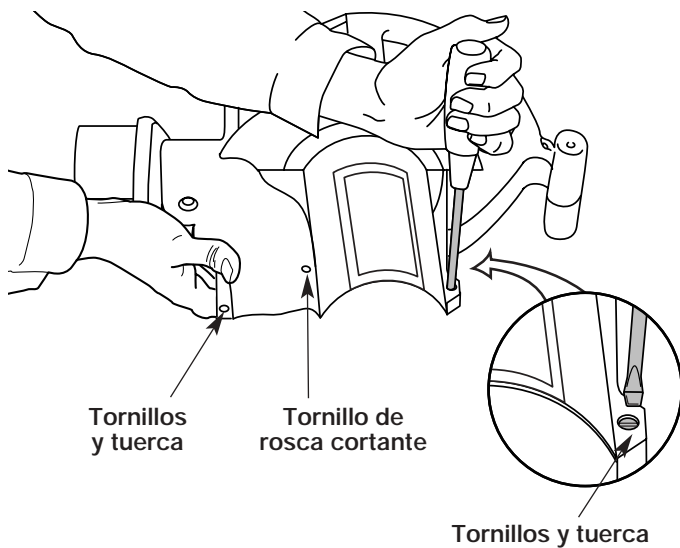

Fig. 2
3. Inserte los 2 (dos) tornillos T20 Torx 8-32 x 3/4" en el lado derecho del deflector del motor y las 2 (dos) tuercas en el lado izquierdo del deflector del motor (Fig. 2).
5. Instale los 2 (dos) tornillos de rosca cortante T20 Torx 8-16 x 3/4" restantes en los orificios que se encuentran a cada lado del deflector (Fig. 2). Ajústelos bien, sin presionar excesivamente.